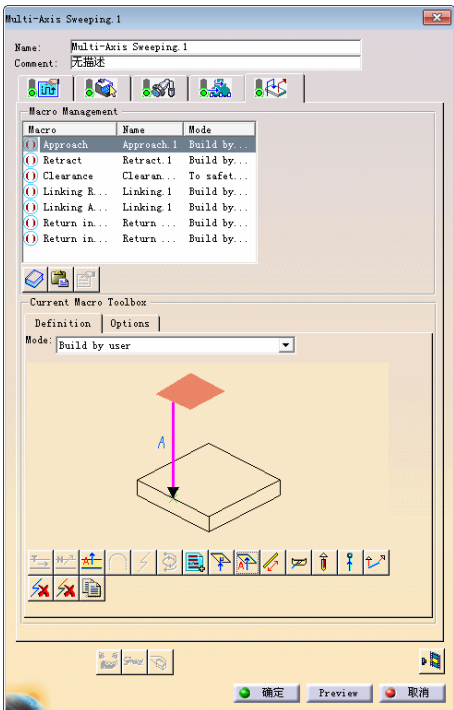

图 4-23 设置“Approach”参数（1）
- 在“Macro Management”区域的列表框中选择“Approach”，单击鼠标右键，在弹出的快捷菜单中选择 Activate 命令，在“mode”下拉列表中选择“Build by user”，依次单击按钮和按钮，设置“Approach”参数（1）如图 4-23 所示。